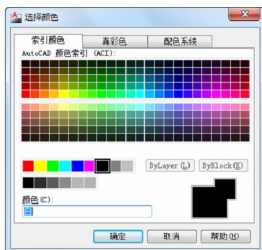

图 2-3 【选择颜色】对话框
- (2) 设置颜色：选择某个图层，单击颜色图标  ，调出如图 2-3 所示的【选择颜色】